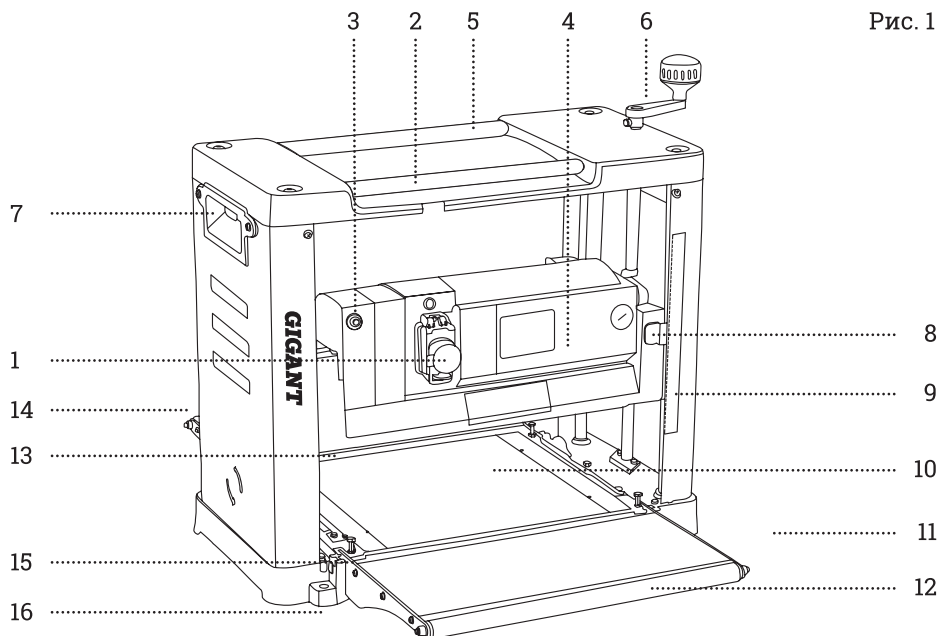

Рис. 1
Поднимите блок электродвигателя 4 (см. рис. 1) ручкой 6 до предела так, чтобы вам было хорошо видно рабочую зону и вы могли бы удобно работать над юстировкой удлинителей стола 11 и 14.
Толщина обработанной заголовки должна соответствовать показаниям указателя 8 по шкале 9 (см. рис. 1).
Для включения станка нажмите клавишу магнитного пускателя 1 (см. рис. 1) в положение «Вкл.» (I). Для выключения станка нажмите клавишу магнитного пускателя в положение «Выкл.» (0).
Ручкой 6 по шкале 9 (см. рис. 1) установите положение, соответствующее максимально толстому участку заготовки, после чего установите глубину строгания.
- Для облегчения возврата предварительно обработанной заготовки на исходную позицию для повторного прогона на верхней панели станка предусмотрены дополнительные ролики 2 и 5 (см. рис. 1).